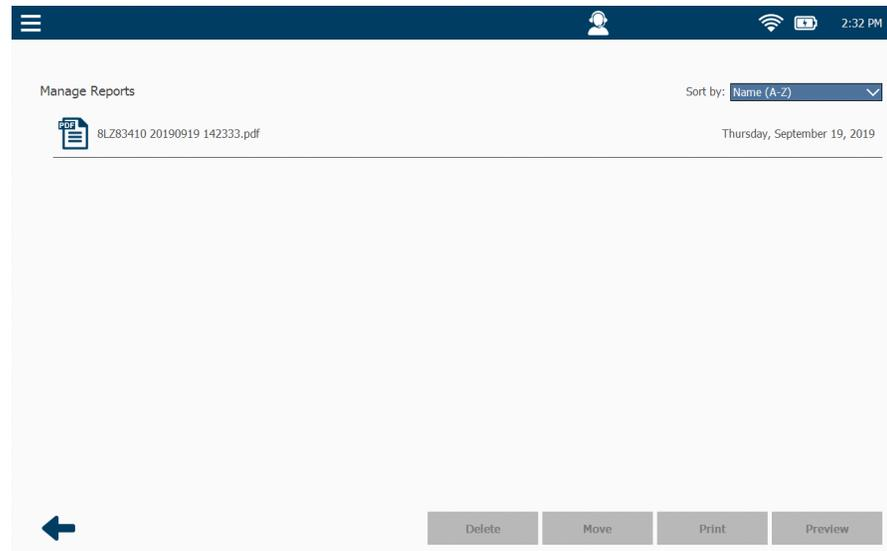

Figure 5.2 Écran Manage Reports (gestion des rapports)
Le rapport que vous avez sélectionné sera déplacé de votre PRO-LINK[®] Edge sur votre clé USB, et vous retournerez à l'écran **Manage Reports** (Figure 5.2).
- Touchez la **flèche arrière** en bas de l'écran pour retourner à l'écran Manage Reports (gestion des rapports) (Figure 5.2).